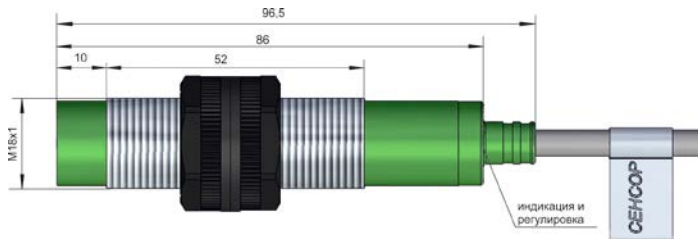

Рис. 1 - Габаритные размеры ВБЕ-Ц18-82В...
3.1 Выключатель состоит из пластмассового корпуса, в котором размещена печатная плата с электронными компонентами. Для обеспечения механической прочности внутренняя полость корпуса залита компаундом. Внешний вид и габаритные размеры выключателя приведены на рис. 1.